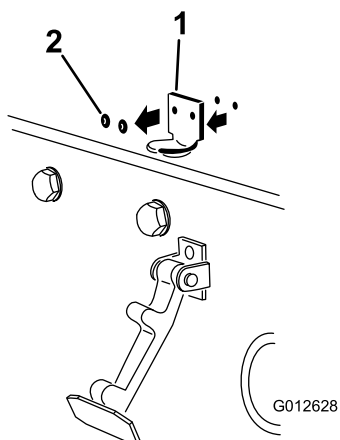

Figura 32
2. Îndepărtați cele 2 nituri care fixează suportul clichetului capotei pe capotă (Figura 32). Îndepărtați suportul clichetului capotei de pe capotă.